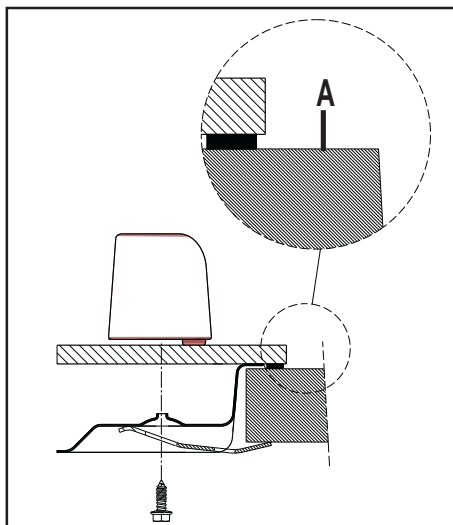

Рис. 9
- 4) Прикрепите панель соответствующими винтами (рис. 9).